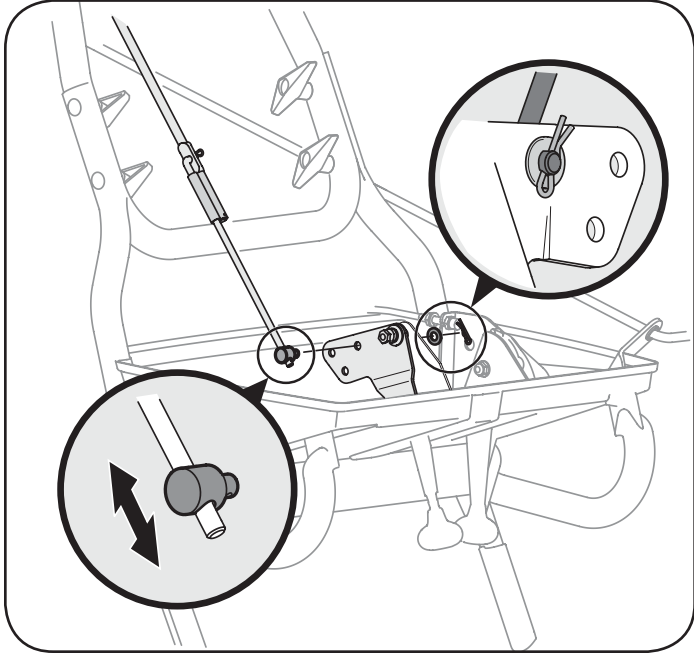

Figure 14
1. Regardez sous le tableau de bord et notez dans lequel des trois trous du levier de vitesses la virole a été insérée. Notez aussi le sens de l'insertion. Retirez ensuite la goupille fendue interne et la rondelle plate qui se trouvent sur la virole et dégagez la virole du levier de vitesses. Voir la Figure 14.
4. Vissez ou dévissez la virole sur la tige du levier de vitesses selon le besoin, jusqu'à ce que la virole soit alignée avec le trou dans lequel elle se trouvait plus tôt. Voir la Figure 14.